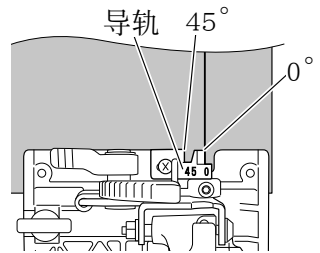
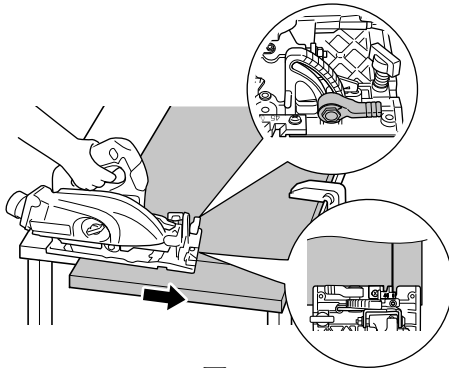
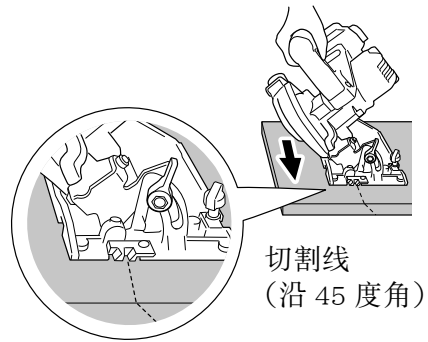

图 34 < 俯视图 >
图 35
图 36
- (1) 将底座置于材料上，然后将记号线和锯片对准底座前面的凹槽（图 34）。
- (2) 底座无倾斜角度时，使用凹槽右侧（图 34、图 35）。
如果底座有倾斜角度（45 度），使用凹槽左侧（图 34、图 36）。